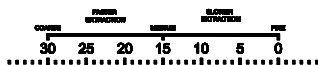
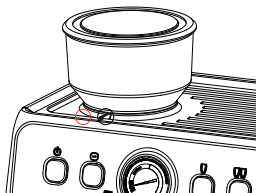

Fig. 4: Från 0 till 30, kaffepulvret är från fint till grovt. Ju högre siffra desto grövre kaffepulver.
Fig. 5
Det finns markeringar som visar kaffets malningsgrad på bönbehållaren. Se Fig. 4. För att få den grovlek på kaffet som du vill ha, se till att den önskade inställningen för behållaren (1) på bönlådan är i linje med markeringens position på bönbehållaren (enligt fig. 5).